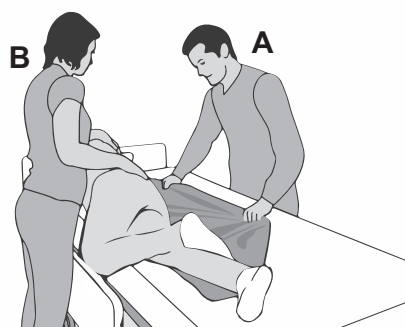

Figura 6
8. (Assistente A) Srotolare il telino ad alto scorrimento sotto il paziente assicurandosi che sia posizionato interamente sotto lo stesso e raddrizzandolo bene. (**Vedere Figura 6**)